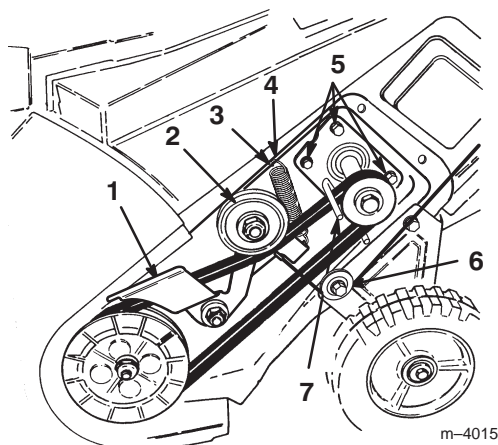

Figure 13
6. Desserrez les quatre écrous de montage du moteur pour permettre au guide-courroie de s'écarter de la poulie d'entraînement et pour pouvoir déposer la courroie (Fig. 13).
13. Vérifiez que l'extrémité la plus longue du ressort est accrochée dans le trou du carter et que l'extrémité arrondie est accrochée au bras de frein (Fig. 13).
14. Elevez l'ensemble bras de frein, serrez la courroie d'entraînement et faites-la passer sous la poulie de tension (Fig. 13).
Important Vérifiez que le câble se trouve bien sur la poulie avant de reposer le carter latéral gauche (Fig. 13).